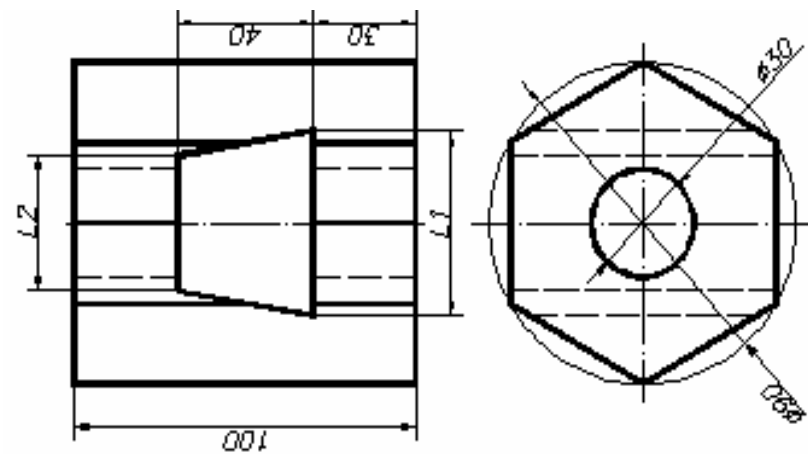
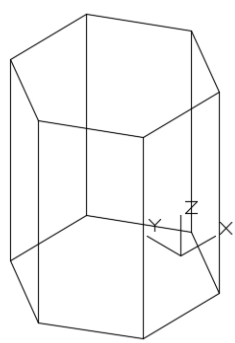

Рис. 10
Рис. 20
- 2) задать новое положение ПСК кнопкой «Начало» , задав с клавиатуры координаты 0,0,30 (рис. 20) согласно размерам расположения выреза (рис. 10);